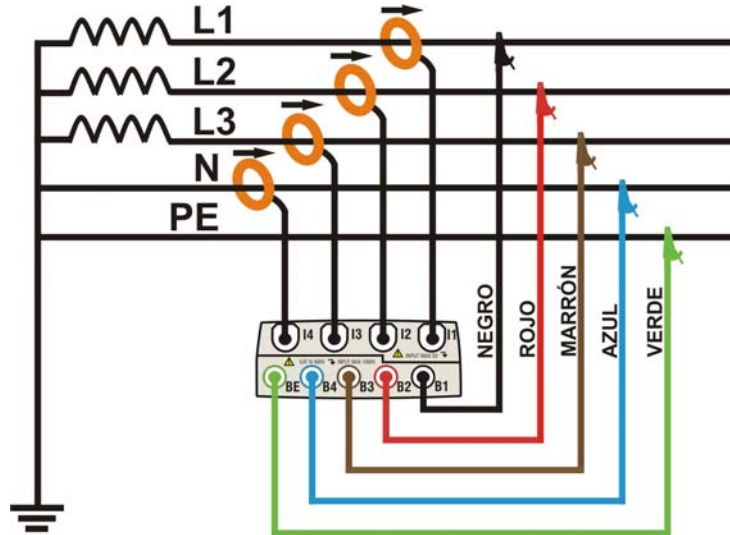

Fig. 193: Conexión del instrumento en un sistema Trifásico 4-hilos
2. Conecte los cables de medida de tensión sobre los conductores de Fase L1, L2, L3, Neutro y Tierra respetando los colores como muestra la Fig. 193. **Verifique en el visualizador la indicación “123” relativa al correcto sentido cíclico de las fases** (ver el párrafo 5.2.1) y efectuar las oportunas correcciones hasta cumplir tal situación.
3. Conecte las pinzas de corriente sobre el conductor de Fase L1, L2, L3 y Neutro N (no disponible para PQA400) como muestra la Fig. 193 **respetando el sentido de la flecha** presente sobre la misma pinza que indica la dirección convencional de la corriente desde el generador a la carga. **Verifique siempre, en la pantalla de la sección Visualización Medida, que las Potencias Activas P1, P2, P3 sean siempre positivas y que el factor de potencia Pf1, Pf2, Pf3 correspondiente a una carga, normalmente inductiva, antes de activar un registro.** En caso de valores negativos de la potencia activa gire la pinza 180° sobre el conductor interesado.